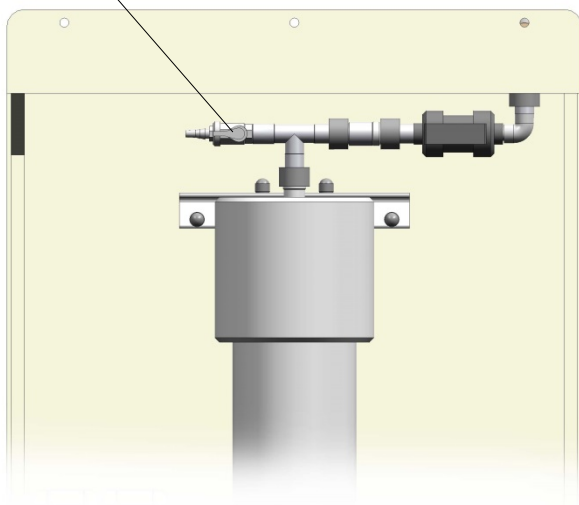

Abb. 09
4. Den Entlüftungshahn an der Rückseite der Dosieranlage hinter dem Reaktor und Absperrventile in der Druckleitung öffnen (siehe Abb. 09).